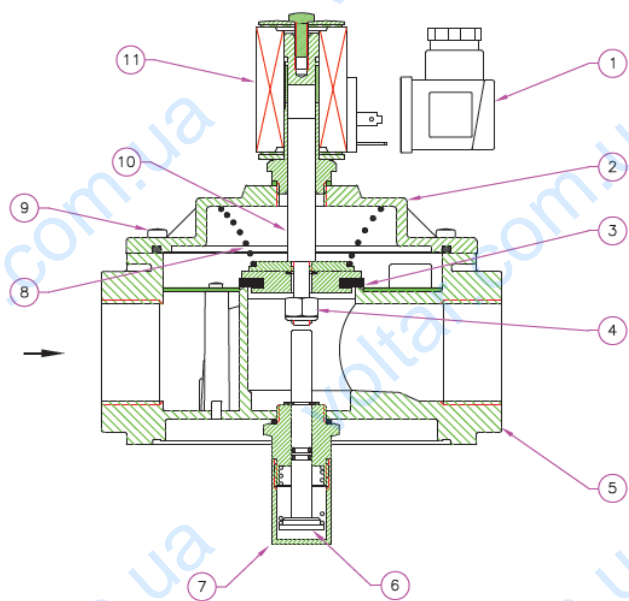

Рис. 2
Для DN 15 ÷ DN 50 (Рис. 2) открутить фиксирующие винты 9, снять крышку 2, проверить и, если это необходимо, заменить уплотнительное резиновое кольцо 3. Проверьте состояние фильтрующего элемента 18 (Рис. 5). При необходимости продуйте его воздухом или промойте в мыльном растворе. Затем собрать клапан в обратном порядке.
– для **DN 15 ÷ DN 50** (Рис. 2) – нажать на шток б до щелчка (зацепления) и удерживать до установления баланса давлений до и после клапана